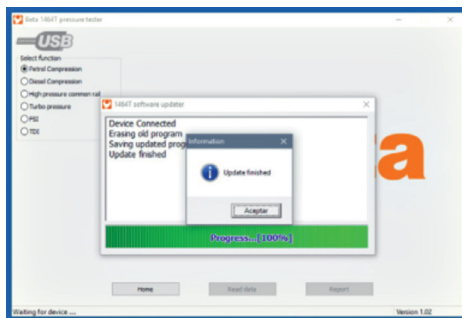

Rys. 5
- Kolejny komunikat (patrz rys. 5) wskaże, aby wyłączyć próbnik, a następnie nacisnąć i przytrzymać przycisk włączania, aż do wykrycia próbnika przez komputer. **Na tym etapie jest bardzo ważne, aby trzymać wciśnięty przycisk włączania (przez około 6 sekund), aż do momentu wykrycia próbnika przez komputer w trybie aktualizacji (patrz rys. 6).**